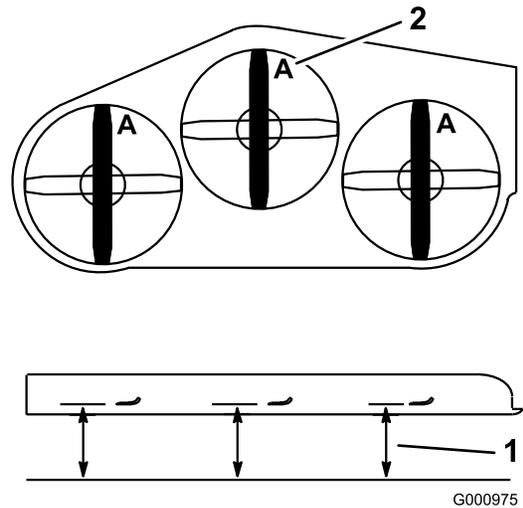

Figura 99
3. Gire las cuchillas hasta que los extremos estén orientados hacia adelante y hacia atrás (Figura 99).
4. Mida desde una superficie nivelada hasta el filo de corte, posición A, de las cuchillas (Figura 99).